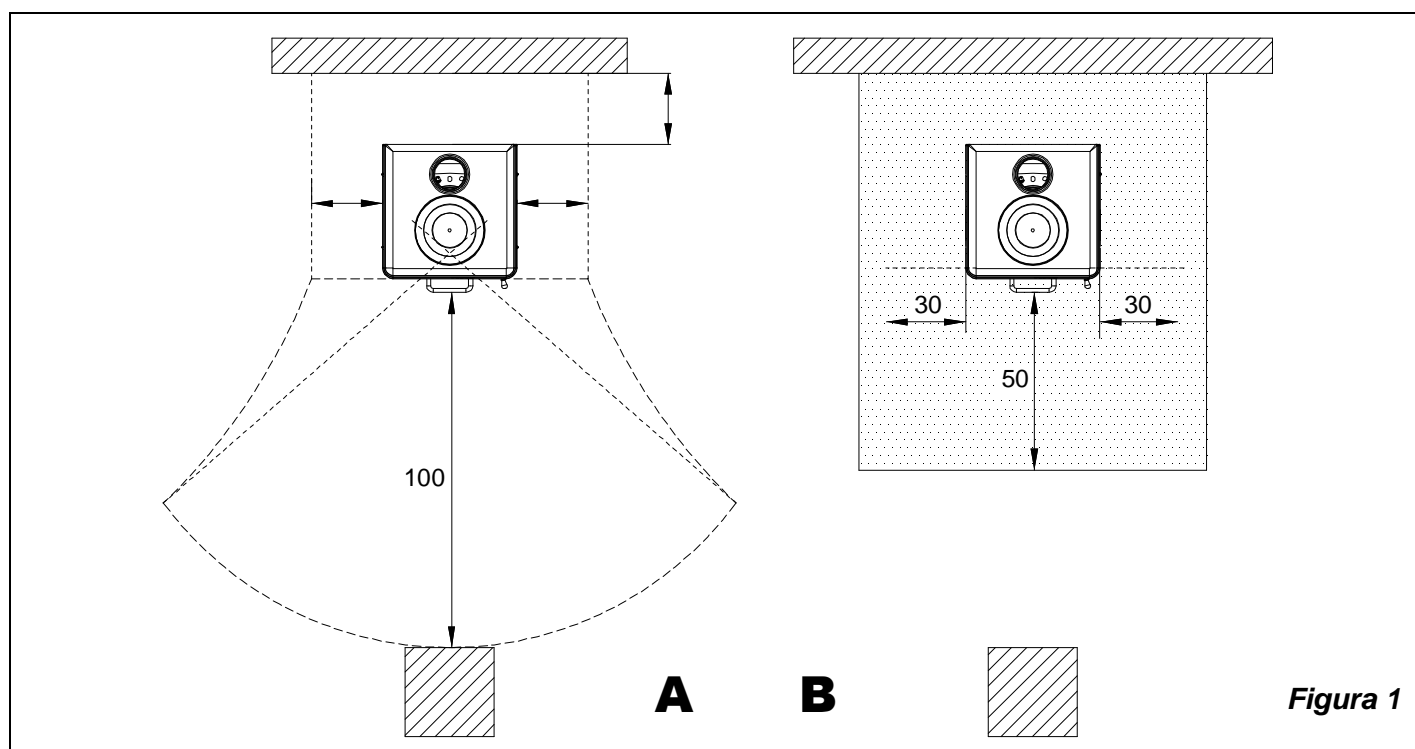

Figura 1
- a) Al fine di assicurare un sufficiente isolamento termico, rispettare la distanza minima di sicurezza dal retro e da entrambi i lati da elementi costruttivi ed oggetti infiammabili e sensibili al calore (mobili, rivestimenti di legno, stoffe ecc.) (vedi Figura 1 **A**). **Tutte le distanze minime di sicurezza sono indicate sulla targhetta tecnica del prodotto e NON si deve scendere al di sotto dei valori indicati.**
- c) qualora il prodotto venga installato su un pavimento di materiale infiammabile, bisogna prevedere un sottofondo ignifugo. **I pavimenti in materiale infiammabile**, come moquette, parquet o sughero etc., **devono essere sostituiti** da uno strato di materiale non infiammabile, ad esempio ceramica, pietra, vetro o acciaio etc. (dimensioni secondo l'ordinamento regionale). Il sottofondo deve sporgere frontalmente di almeno **50 cm** e lateralmente di almeno **30 cm** oltre all'apertura della porta di carico.(vedi Figura 1 **B**)